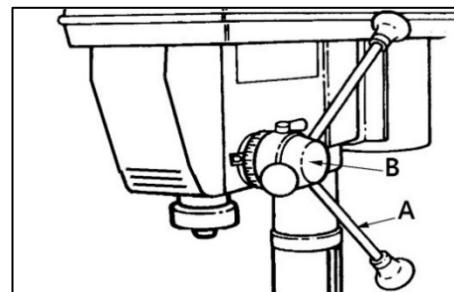

Рисунок 8.
Прикрутите три ручки (A) (рис. 8) в резьбовые отверстия на основании (B) рукоятки перемещения шпинделя.